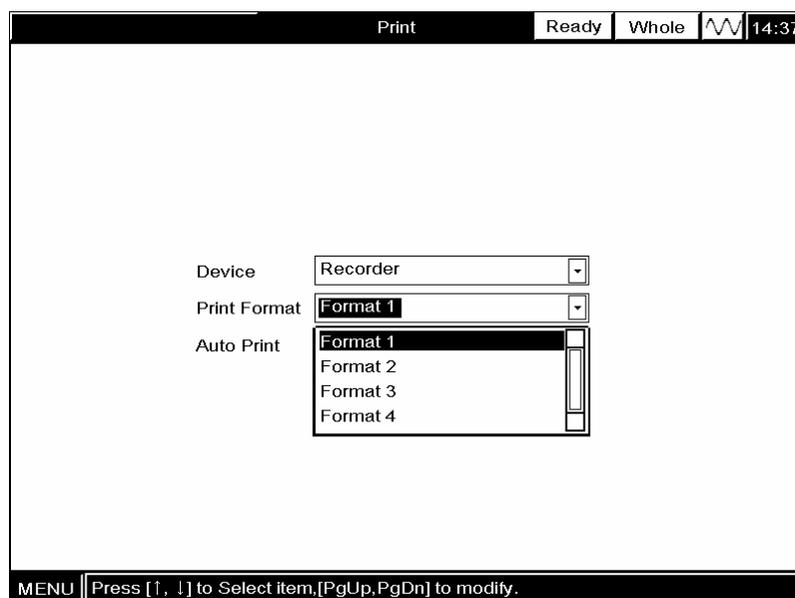

**Abbildung 5-4 Auswählen des Druckformats für den Drucker**
**WÄHLEN** Sie das gewünschte Format **aus** der *Pull-Down-Liste* "Druckformat" AUS, um das gewünschte Format auszuwählen, wie in Abbildung 5-4 dargestellt.